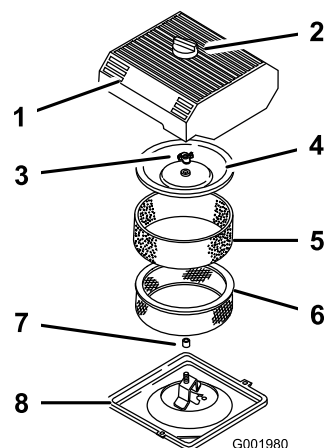

図 45
3. エアクリーナを外したときエンジン内部に異物が入らないよう、周辺をきれいに拭く (図 45)。
4. エア・クリーナのカバーのノブをゆるめてカバーを外す (図 45)。
5. ペーパー・エレメントからスポンジ・エレメントを注意深く取り外す (図 45)。
6. カバー・ナットを外し、カバーとペーパー・エレメントを外す (図 45)。
1. ペーパー・エレメントにスポンジ・エレメントを注意深く取り付ける(図 45)。
3. カバー・ナットを取り付けて指締めする(図 45)。
4. エア・クリーナーのカバーとノブを元通りに取り付ける(図 45)。